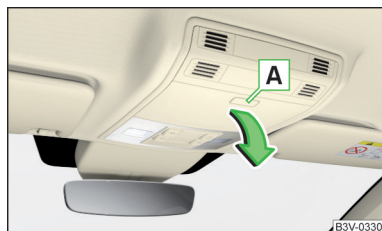

Fig. 116
- Para **abrir** presionar la tecla **A**. El compartimento se abre en el sentido de la flecha » fig. 116.